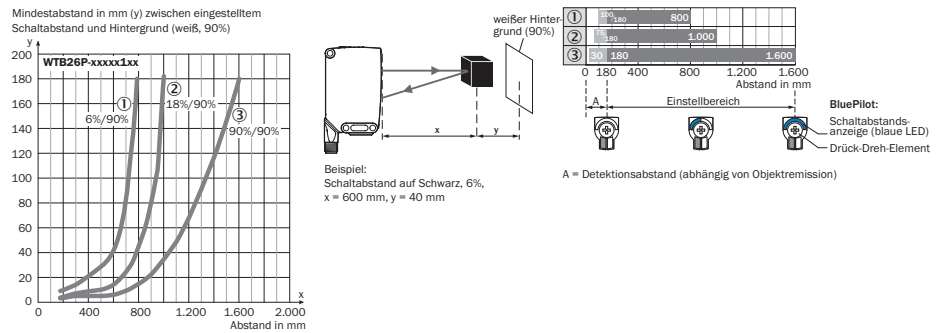

Abbildung 14: Kennlinie 1, WTB26P-xxxx1xx, Rotlicht
Die minimale Distanz (= y) für die Hintergrundausbldung kann aus dem Diagramm [Abbildung 14 ①] wie folgt ermittelt werden: